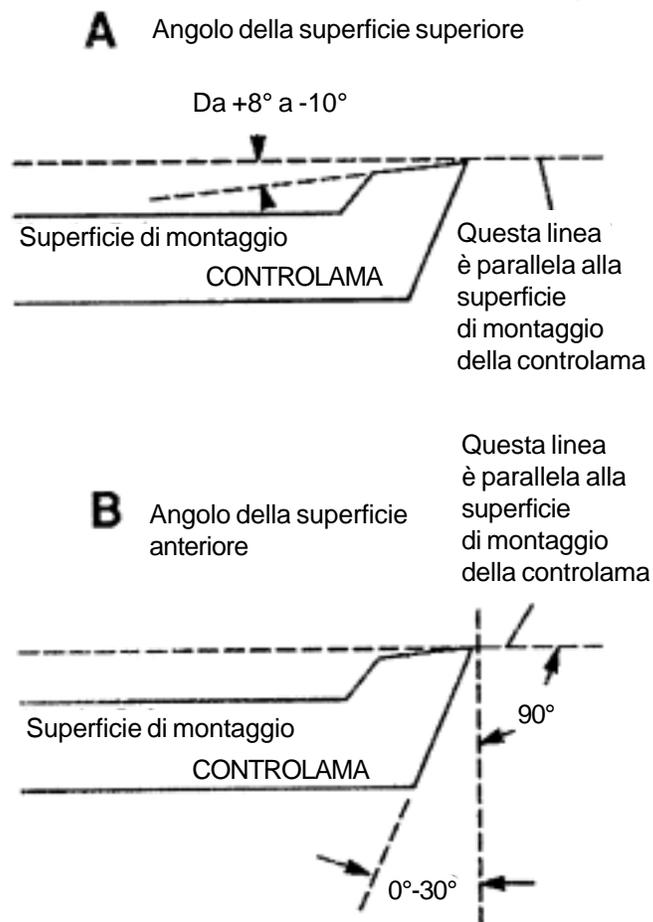

FIG. 8
- \* ci sarà un angolo di spoglia da +8 a -10 gradi molato sulla superficie superiore. Questo **solitamente** sarà misurato in relazione alla superficie di montaggio della controlama. Vedere la FIG. 8-A.
- \* Ci sarà un angolo di spoglia da 0 a 30 gradi molato sulla superficie anteriore. Questo **solitamente** sarà misurato in relazione alla linea **perpendicolare** alla superficie di montaggio della controlama. Vedere la FIG. 8-B.